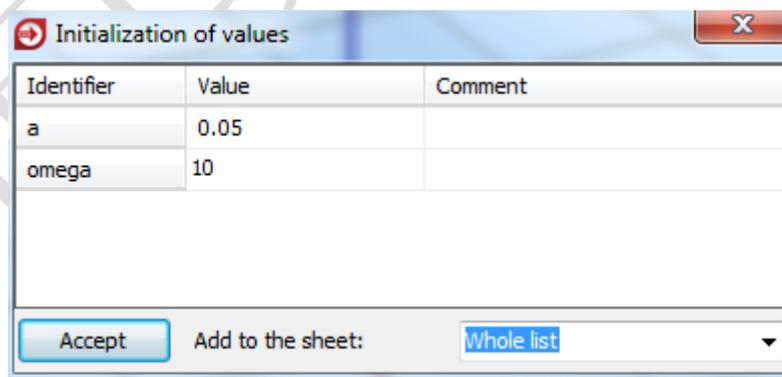

图 2.10 初始赋值窗口
7. 在初始赋值 (**Initialization of values**) 窗口设置 **$a = 0.05$ (m)**， **$\omega = 10$ (rad/s)**，如图 2.10 所示。